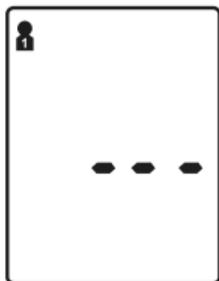

Bild 11
1. Drücken Sie auf die SET-Taste **4** und halten Sie diese etwa 3 Sekunden lang gedrückt, um alle Speichereinträge aus der ausgewählten Gruppe zu löschen. Dies wird in der Displayanzeige mit dem Symbol „- - -“ bestätigt (siehe **Bild 11**).